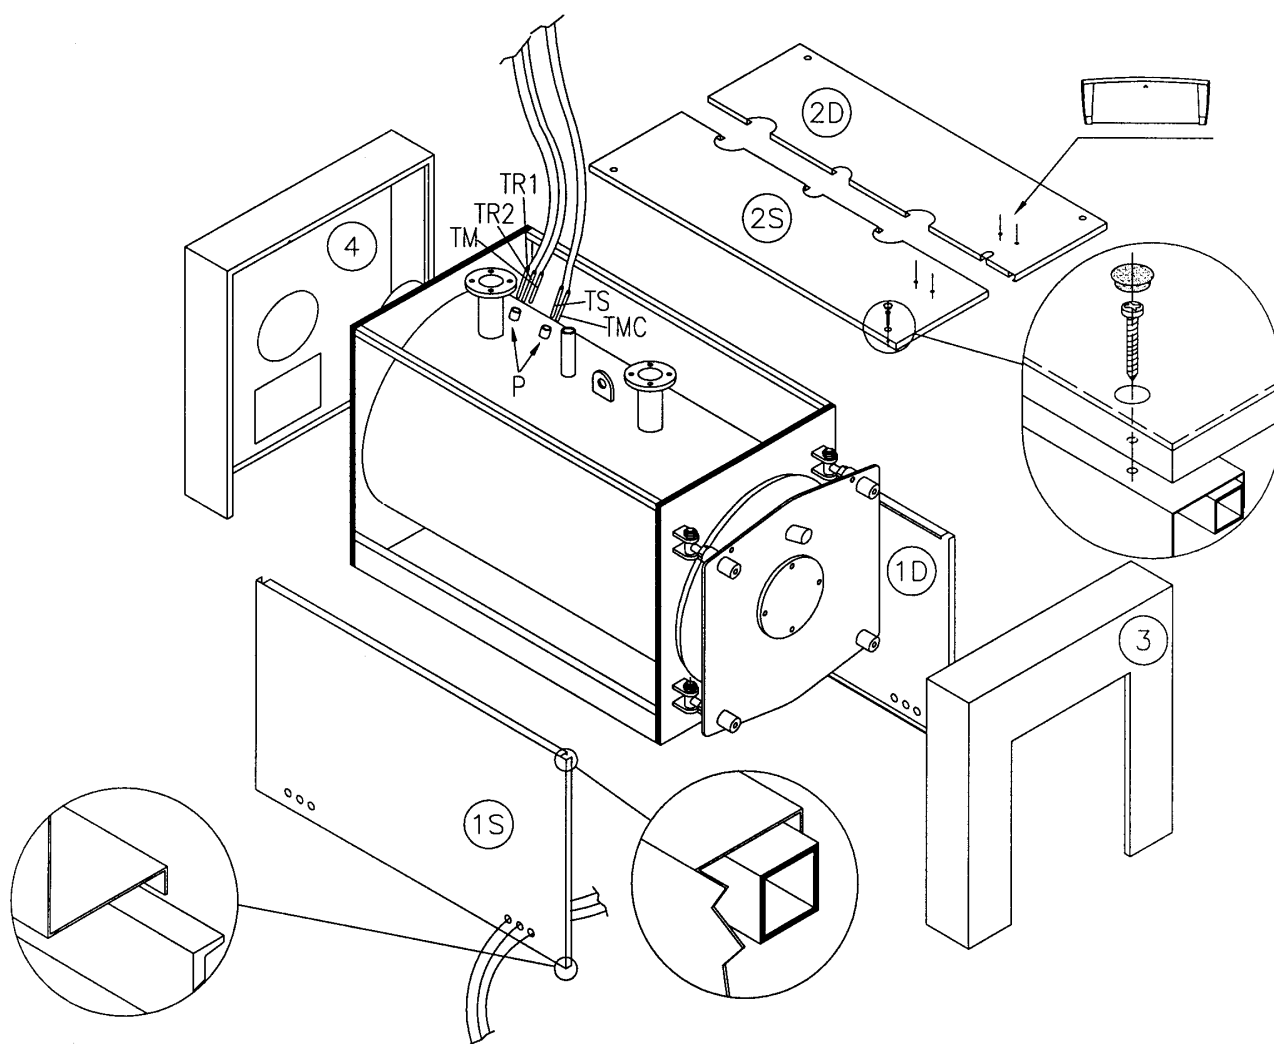

Рис. 7
4.2 ОБШИВКА КОТЛА КВа (РИС. 7)
- a) Обернуть стекловатой корпус котла, оставив видимыми гильзы для колб (P), расположенные на правой стороне.